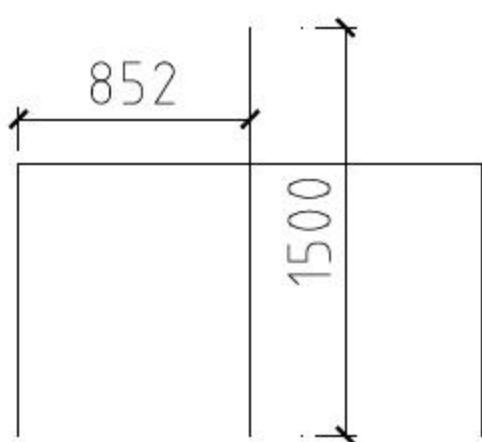

图8-57 绘制垂直线段
- 02 调用L【直线】命令，绘制垂直线段，结果如图8-57所示。